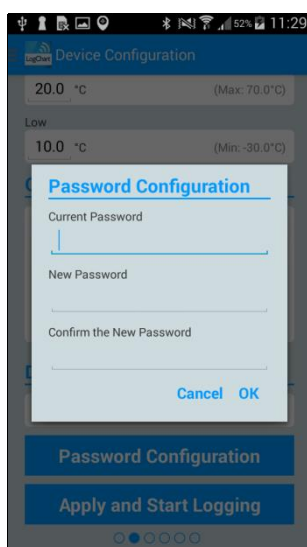

Fig. 08 – Pantalla de Cambio de Contraseña
**Nota:** La Fig. 08 presenta la pantalla del equipo para alteración de contraseña.